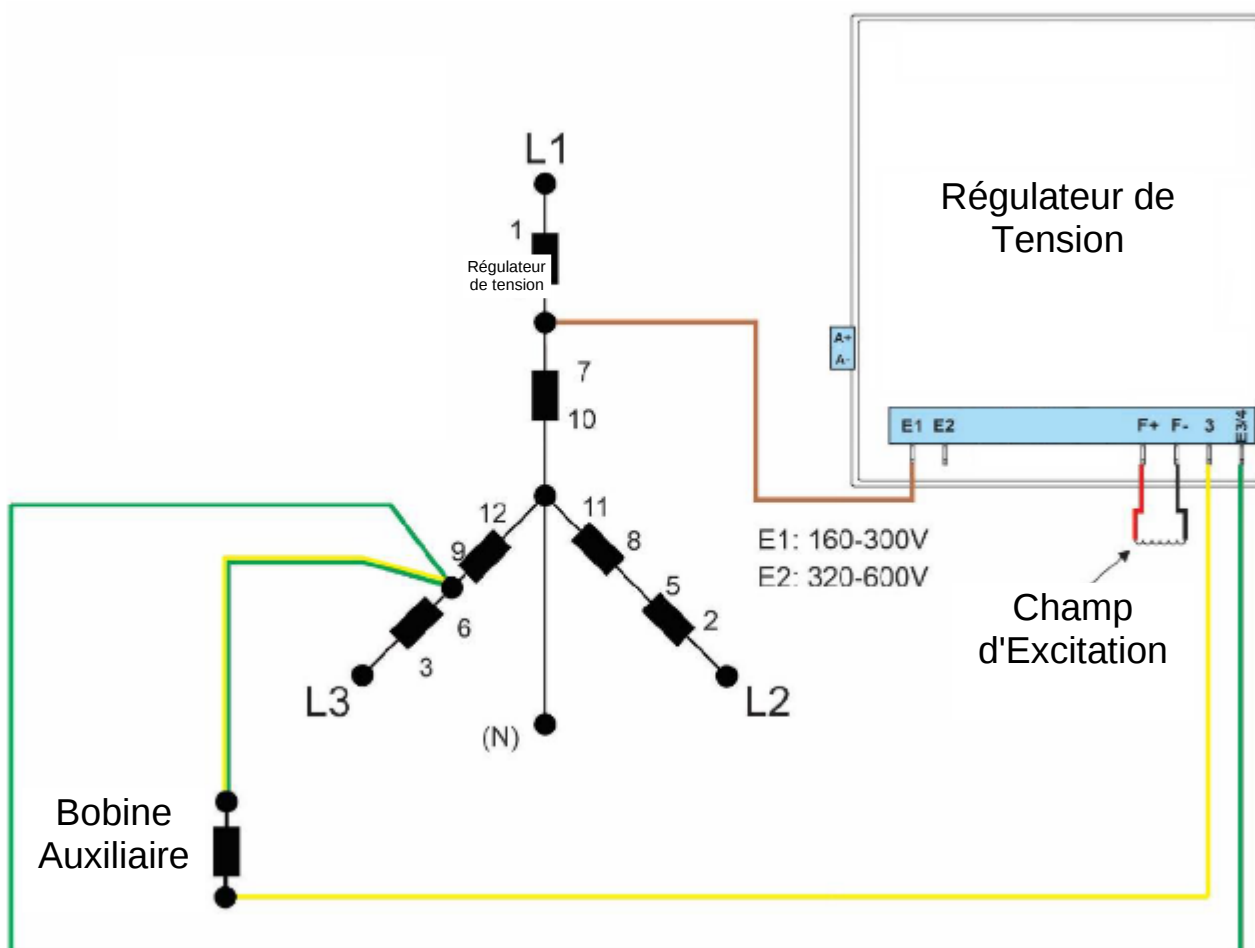

Figure 15.1 : Schéma des câbles – Connexion en série (alternateur)
2. En déconnectant le régulateur de tension de l'alternateur, les câbles seront disponibles Figure 15.1.